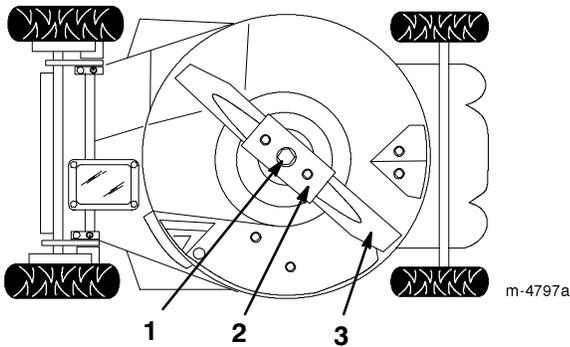

Figure 26
3. Basculez la tondeuse sur le côté **gauche** (filtre à air vers le haut) (Fig. 26).
2. Enlevez le boulon et la rondelle de blocage de la lame, la lame et le renfort (Fig. 26).